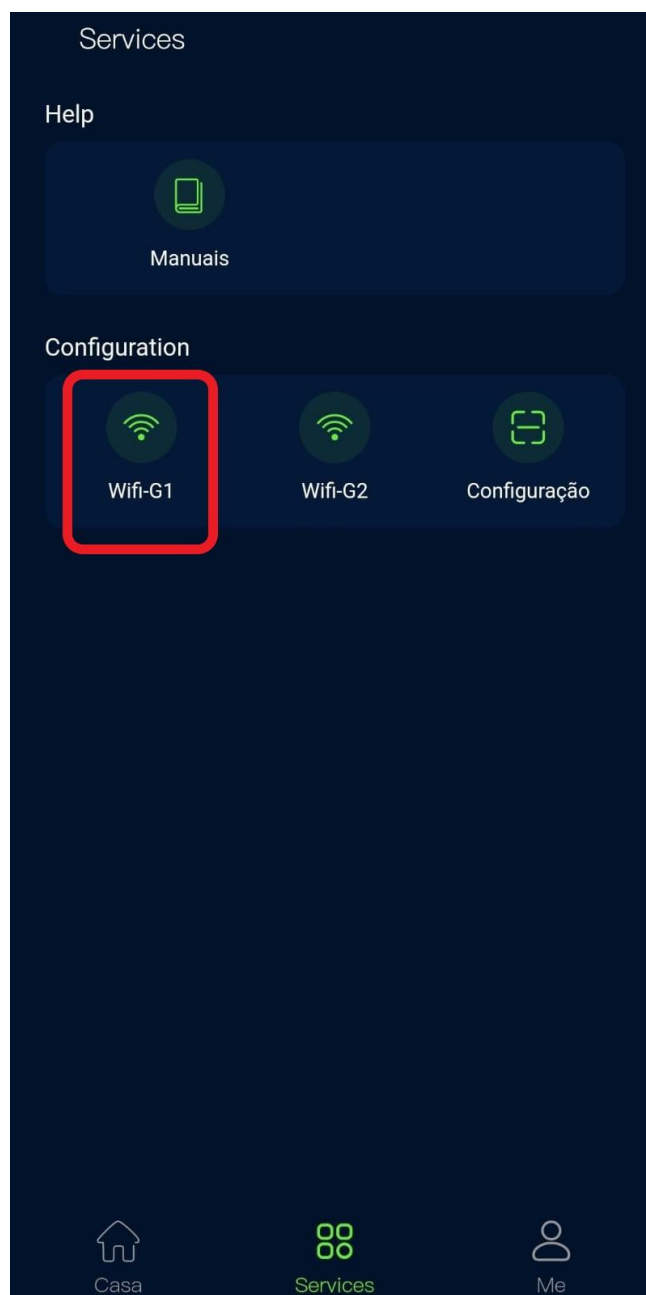

Figura 11 - Seleção Wifi-G1
7. Realize o login no aplicativo RenacSEC com a conta que contém o inversor adicionado. Se caso o inversor não possuir planta ou login, refira ao documento **“Guia para Criação de Contas e Plantas RenacSEC”**. Após realizar login no aplicativo RenacSEC, clique na aba inferior no botão “Services”. Na tela Services, clique no botão “Wifi-G1” como mostra a **Figura 11**.